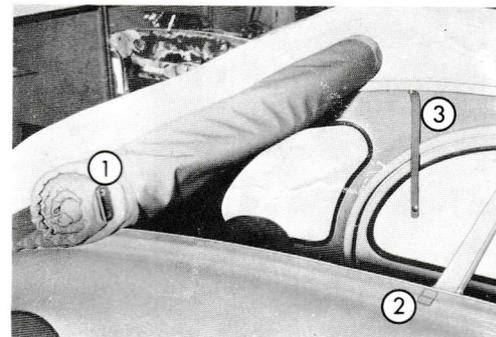

Abb. 27 - Ganzöffnung des Rollverdecks
- Befestigungslaschen des Rollverdecks (Abb. 27 (1)) aus ihren Befestigungen lösen (2).